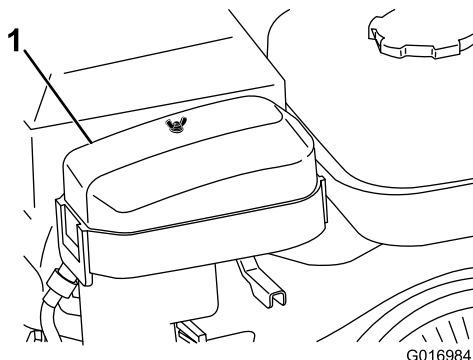

Figura 25
2. Togliete il dado ad alette che fissa il filtro dell'aria e rimuovete il coperchio (Figura 25).